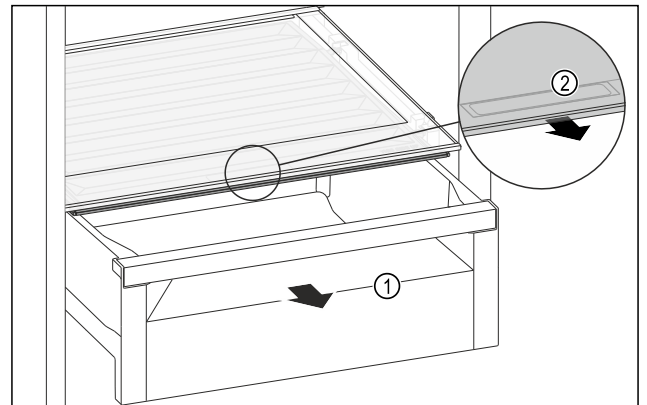

Fig. 116
- Schuifvak Fig. 116 (1) uittrekken.
- Greeplijst Fig. 116 (2) op het vakdeksel vastpakken en het vakdeksel gelijktijdig naar voren trekken.